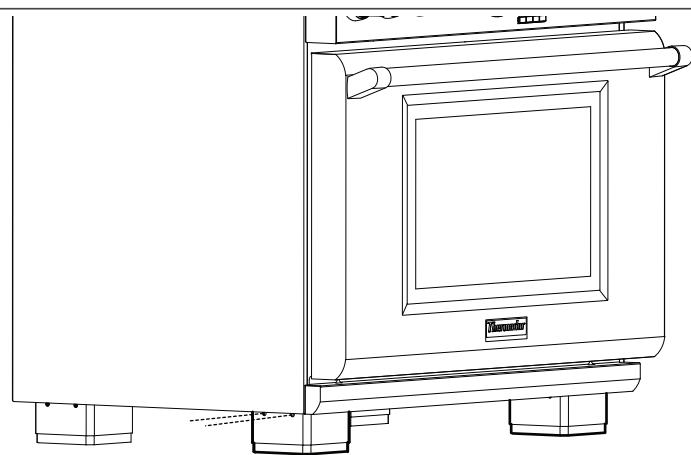

Figure 34 : Recouvrements des pattes installés
1. Enlevez les recouvrements des pattes. Pour ce faire, faites glisser la manche extérieure des recouvrements de pattes vers le bas, en enlevant les encoches extrudées de la base en aluminium (voir Figure 34).